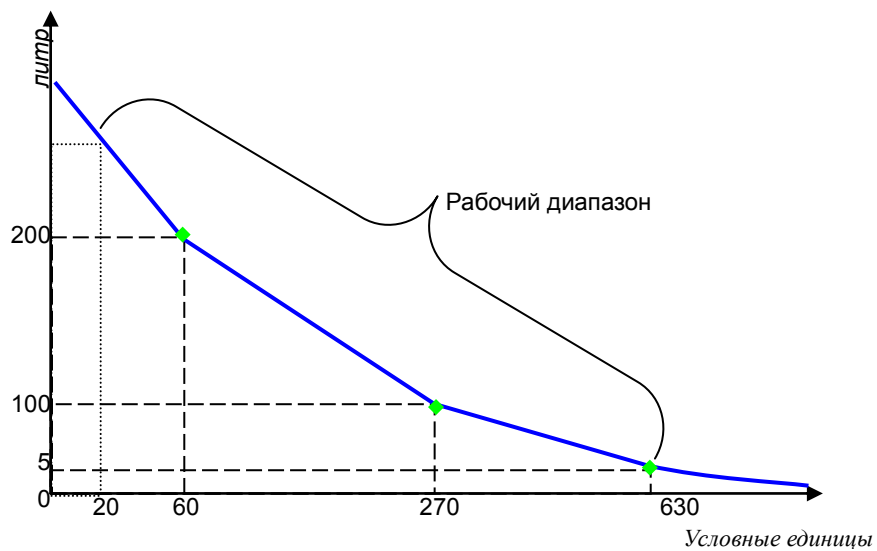

Рисунок 15 - Показания датчика топлива, обратного напряжения (инверсный датчик)
- в окне «**Параметры быстродействия**», рисунок 15, в области «**Виртуальная память**» нажмите кнопку «**Изменить**»;